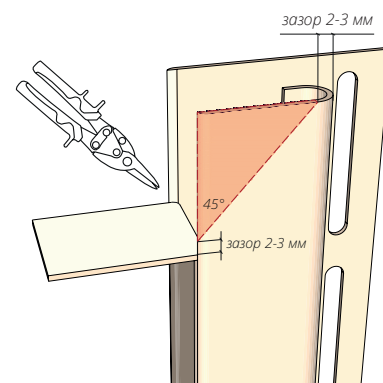
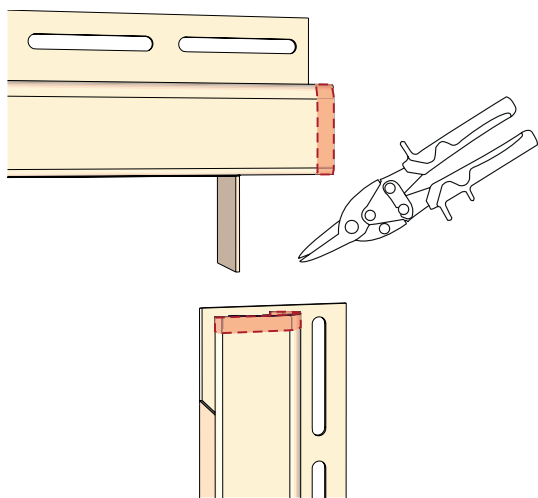
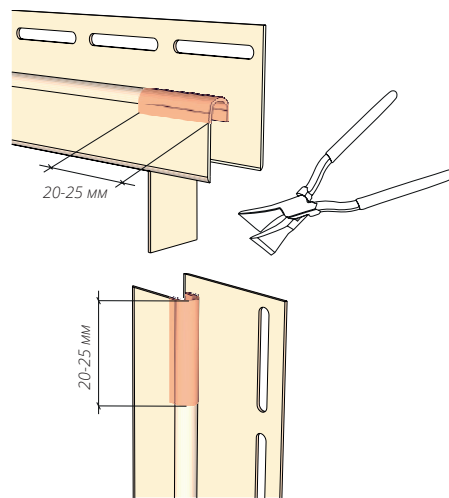

Рисунок 47
Рисунок 50
Рисунок 51
- 14.4** Если соединение лицевой части нужно сделать под 45°, подрежьте J-профиль согласно Рис. 47.
- 14.6** Если лицевые части J-профиля выступают, их необходимо подрезать и подогнать (Рис. 50). Обожмите края J-профиля, используя клещи (Рис. 51). При соединении J-профиля под углом 45° (Рис. 47) обжим не требуется. Соединение с противоположной стороны J-профиля выполняется аналогично. После монтажа J-профили должны оставаться подвижными.